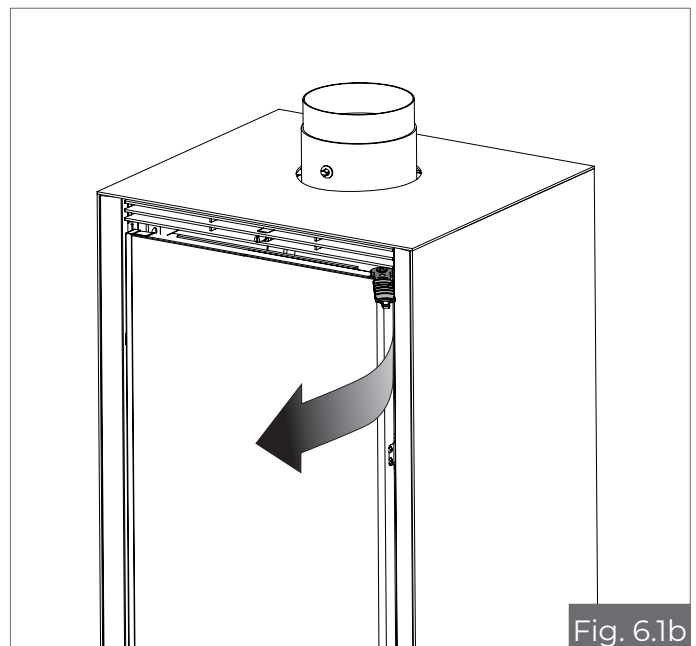

Fig. 6.1b
- **IKI UP/IKI UP TF:** introducir la llave proporcionada en el gancho de apertura superior (fig. 6.1b), y jalar hacia sí mismo. ¡Atención! Al superar la mitad de la apertura un sistema automático tenderá a dejar la puerta abierta.